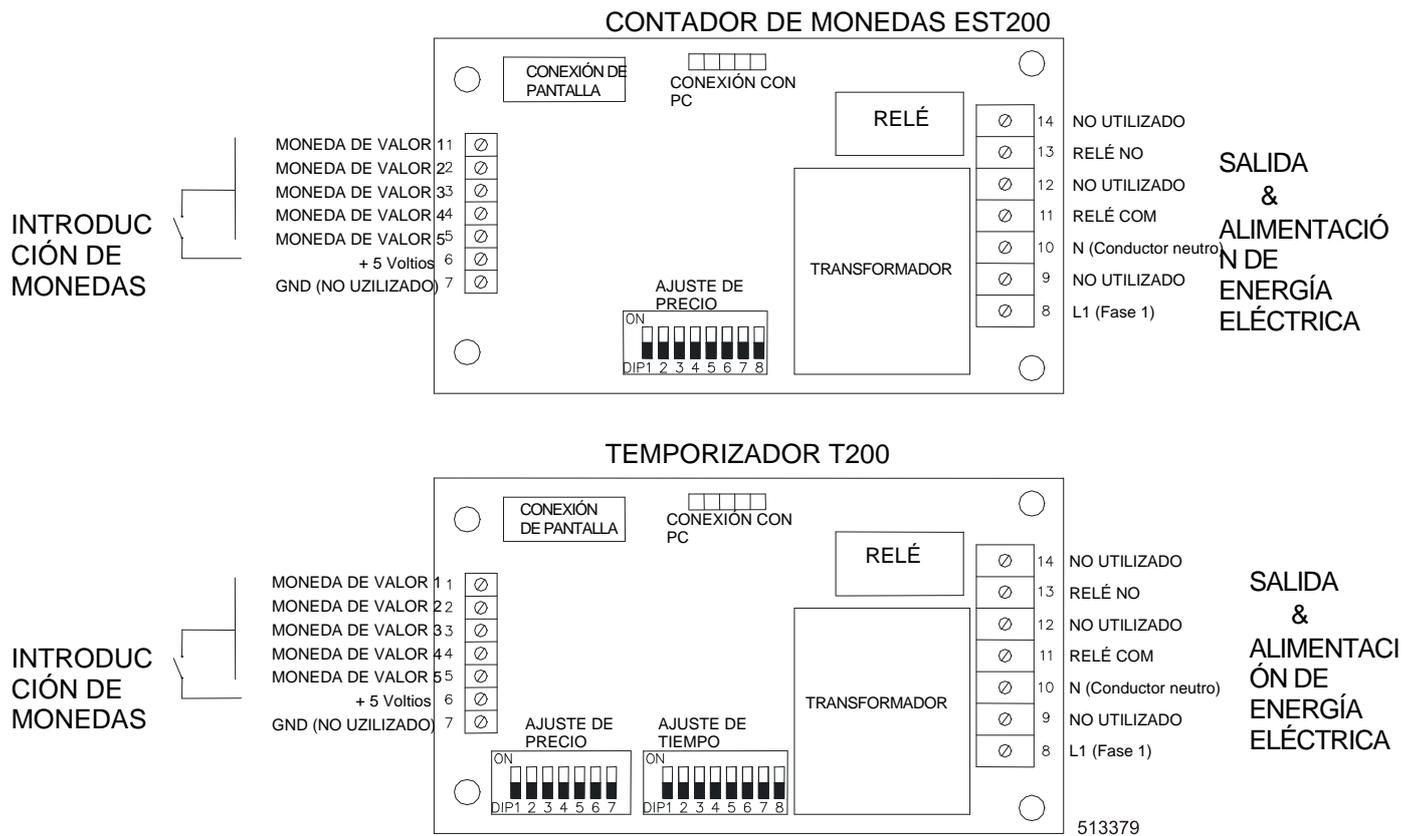

Fig.4.1. Contador de monedas EST200 y TEMPORIZADOR T200
2. Conecten los captadores de monedas con la placa electrónica, (Fig.4.1, VALOR DE MONEDA 1,2 ..., +5 Voltios). (Véase el Capítulo 5.1.).
El contador de monedas EST200 y el temporizador T200 es una placa electrónica para un precio con cinco entradas y una salida. A la disposición hay cinco entradas para los captadores de monedas las cuales tienen los regularmente siguientes valores (véase Fig.4.1.):
Cada un DIP conmutador "AJUSTE DE PRECIO" (véase Fig.4.1.) tiene un cierto valor, así como está indicado en la siguiente tabla:
Cada un conmutador "AJUSTE DE PRECIO" (véase Fig.4.1.) tiene un cierto valor, así como está indicado en el capítulo "5.2. CONTADOR DE MONEDAS". Cuando este precio esté pagado, la secadora se arrancará mediante el DIP conmutador "AJUSTE DE TIEMPO", es decir al tiempo preajustado, así como está indicado en la siguiente tabla:
2. Ajusten el tiempo a 4 minutos. El tiempo para el ajuste en el conmutador "AJUSTE DE TIEMPO" (véase Fig.4.1.) es: 4